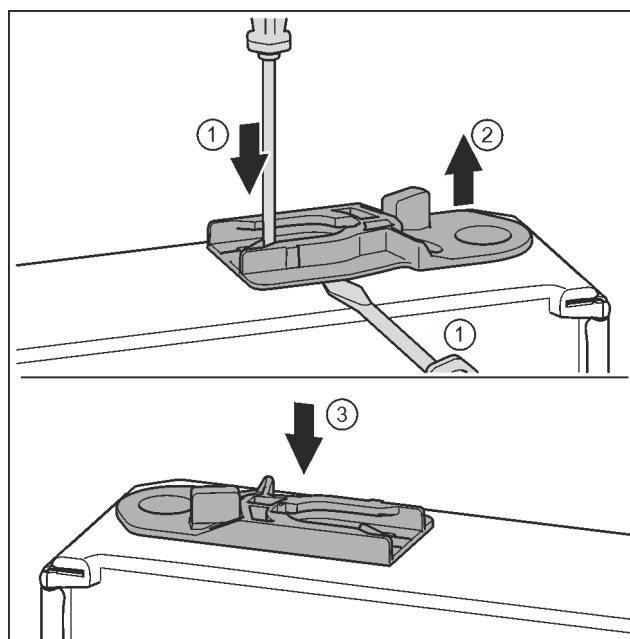

Fig. 32
- ▶ Извлечь направляющее гнездо: нажать накладку шлицевой отверткой и одновременно переместить ее шлицевой отверткой под направляющее гнездо. Fig. 32 (1, 2)
- ▶ Прилагаемое при поставке направляющее гнездо вставить на другой стороне корпуса. Fig. 32 (3)